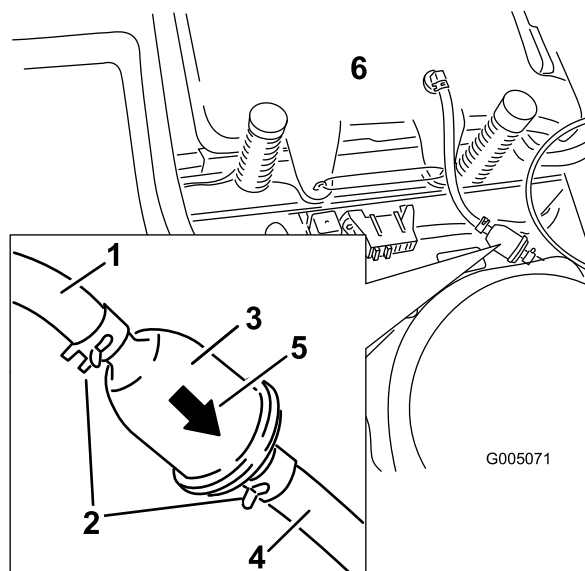

Figure 37
4. Pincez les extrémités des colliers et faites glisser ceux-ci pour les éloigner du filtre (Figure 37).
6. Montez un filtre neuf en veillant à pointer la flèche indiquant le sens d'écoulement vers le moteur. Rapprochez les colliers de flexibles du filtre (Figure 37) pour le fixer en place.